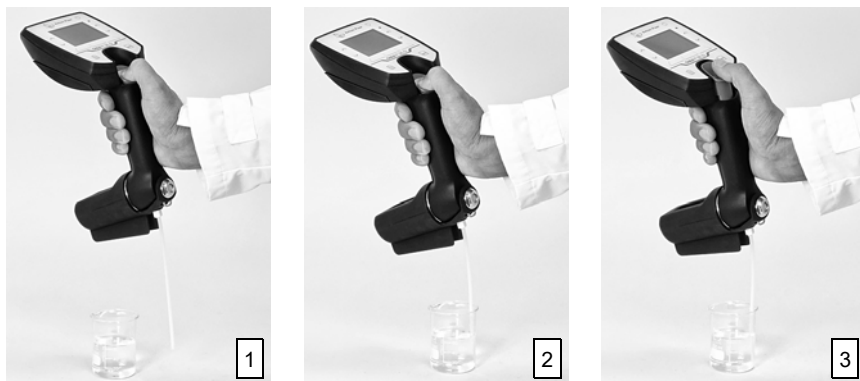

Abb. 9: Einfüllen der Probe mit dem Saugrohr
1. Drücken Sie den Pumpenknopf so weit wie möglich nach unten (siehe Abb. 9).